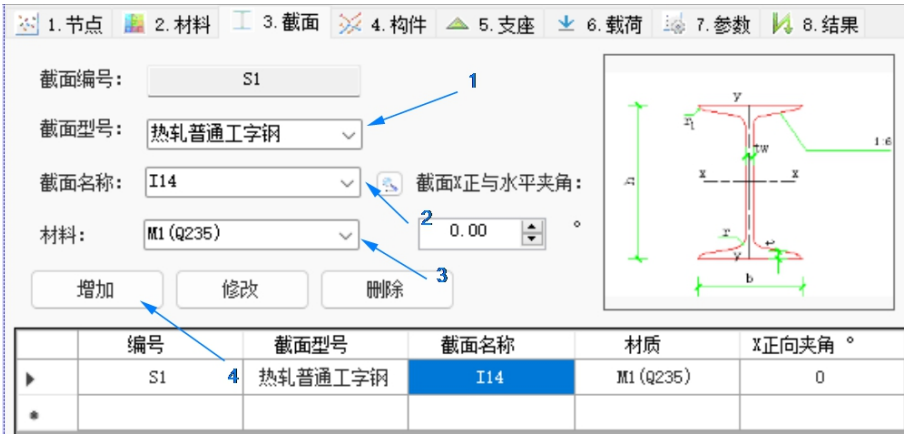

图 4
3. 增加 I14 的工字钢截面（可修改已有截面），如图 4。